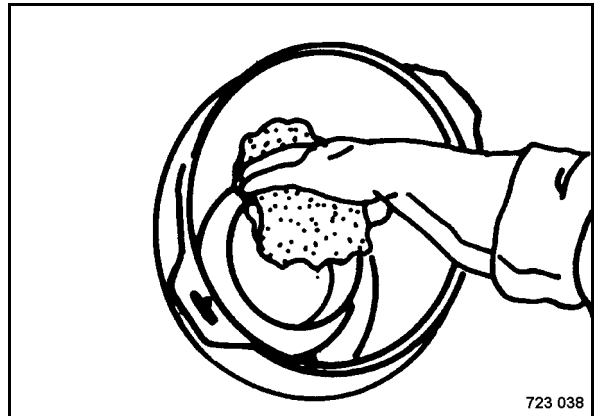

Fig. 142
- Limpiar la superficie de contacto del tubo de salida (Fig. 142).